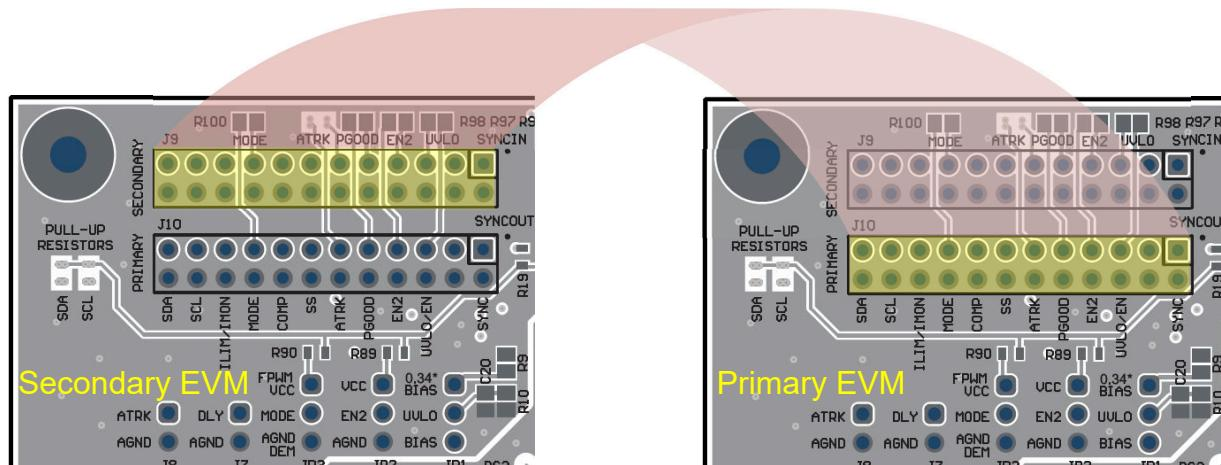

图 3-2. 使用带状电缆连接主 EVM 和辅助 EVM
2. 使用带状电缆连接主 EVM 的 J10 和辅助 EVM 的 J9。请参阅 图 3-2。